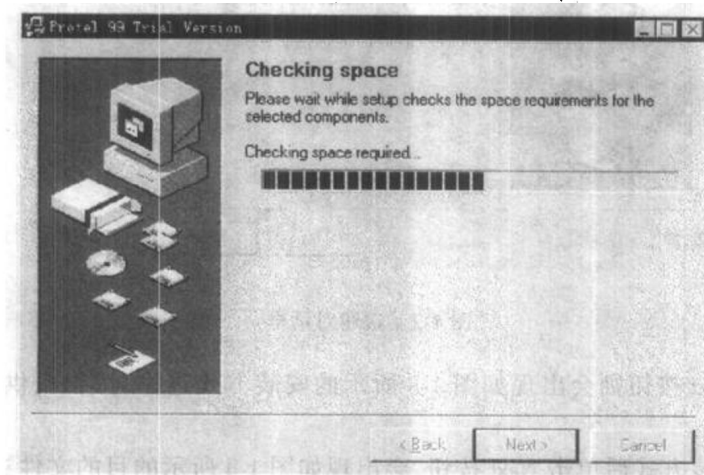

图 1-5 检测所需的硬盘空间对话框
(5) 这个窗口提示读者要把 Protel 99 安装到哪一个目的目录中,输入目的目录名称后单击 Next 按钮,则会出现检测所需硬盘空间的对话框,如图 1-5 所示。